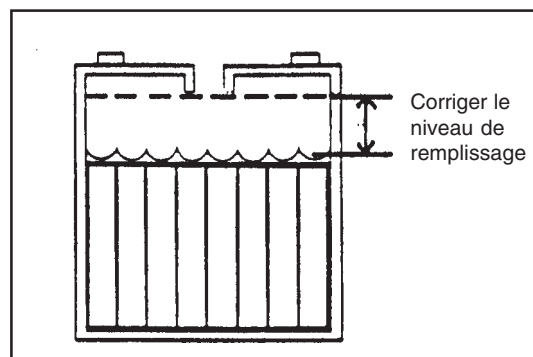

Figure 7b
1. Veillez à maintenir en permanence un niveau d'électrolyte suffisant. Le niveau correct se situe entre 1/2 cm en-dessous du fond du tube de chacun des compartiments et au-dessus du sommet des plaques. Vérifiez le niveau d'électrolyte à chaque fois que vous rechargez les batteries. Cf. figure 7b.